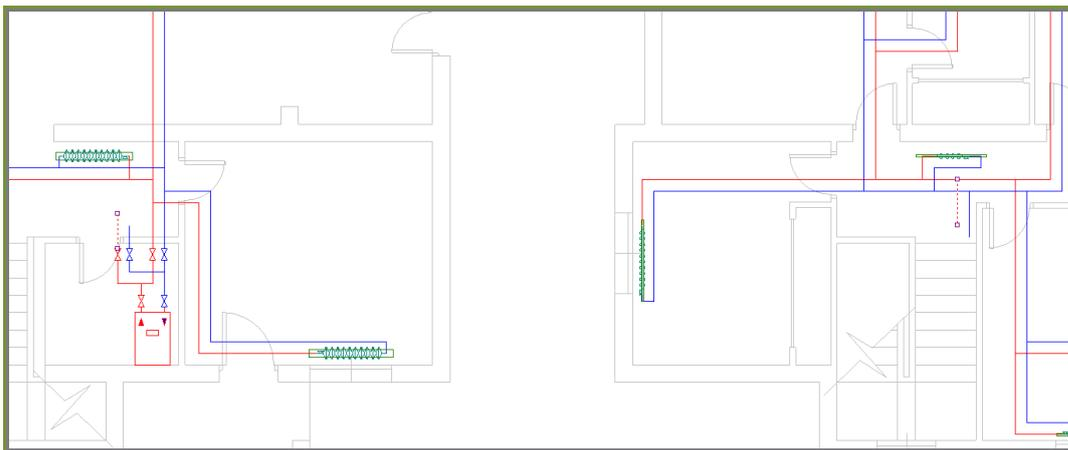

Figura 17. Selección de los tramos a enlazar.
- Seleccione los dos tramos de tubería que pretende unir mediante una selección múltiple. Un tramo estará en la planta baja a la salida de la caldera y el otro justamente encima en la planta alta. Ambos son tuberías de ida tal como muestra la Figura 17.